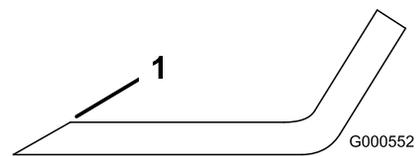

Bild 75
- Schärfen Sie die Schnittkante an beiden Enden des Schnittmessers mit einer Feile (**Bild 75**).
Hinweis: Feilen Sie, wenn das Schnittmesser nicht ausgewuchtet ist, vom Flügelbereich des Messers etwas Metall ab (Bild 75).